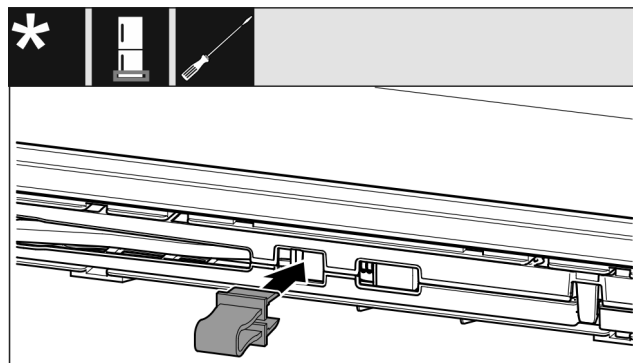

Fig. 16
- ▶ Pattintsa be a biztosítékot a nyílásba. (lásd Fig. 16)